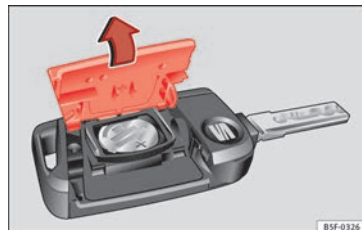

Fig. 137 Llave del vehículo: apertura de la tapa del compartimento para la pila.
- Retire la tapa en la parte trasera de la llave del vehículo » **fig. 137** en la dirección de la flecha » ❶.
- Coloque la tapa tal como se muestra » **fig. 137** y presiónela en la carcasa de la llave del vehículo en sentido contrario a la flecha hasta que encastre.
❶ CUIDADO